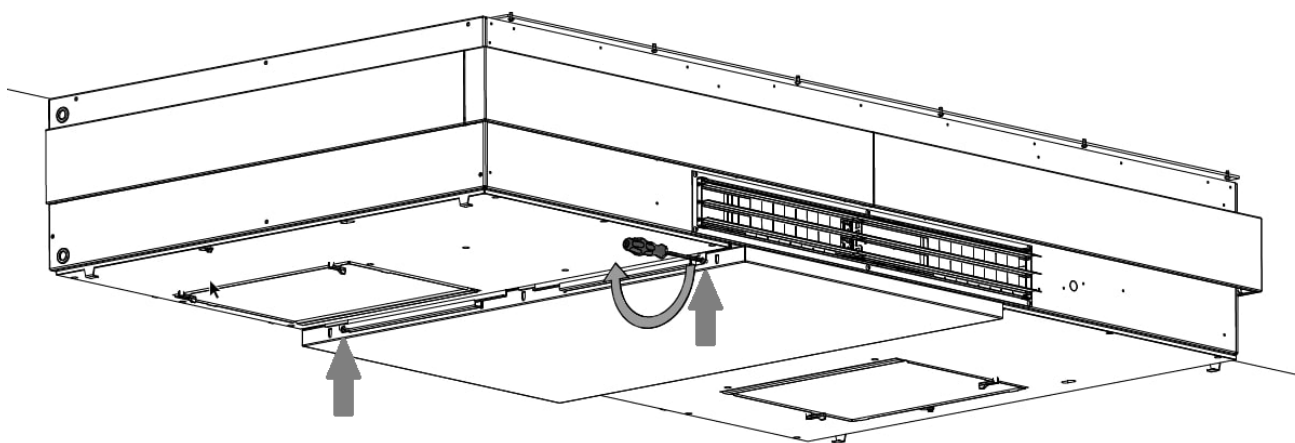

Figur 51: Løfte det midtre servicedekselet opp og inn på hengslene
1. Løft det midtre servicedekselet opp og inn på hengslene, se Figur 51 nedenfor.